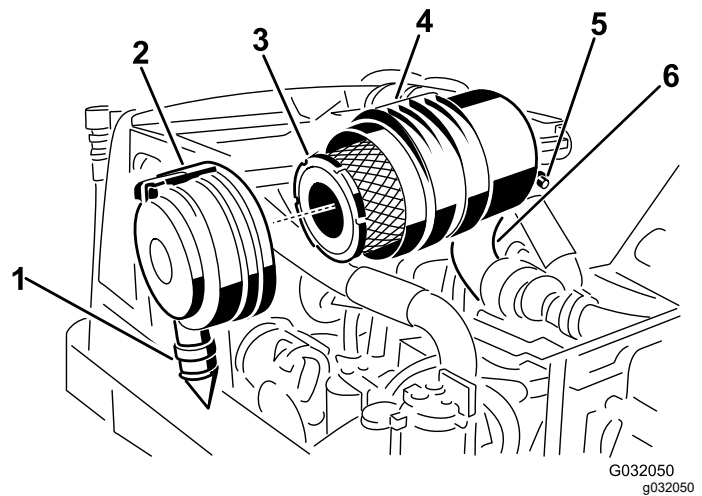

Figura 46
3. Cambie el filtro primario (Figura 46).
2. Retire el filtro primario (Figura 46).
las posiciones de las 5 y las 7, visto desde el extremo y cierre el enganche (Figura 46).